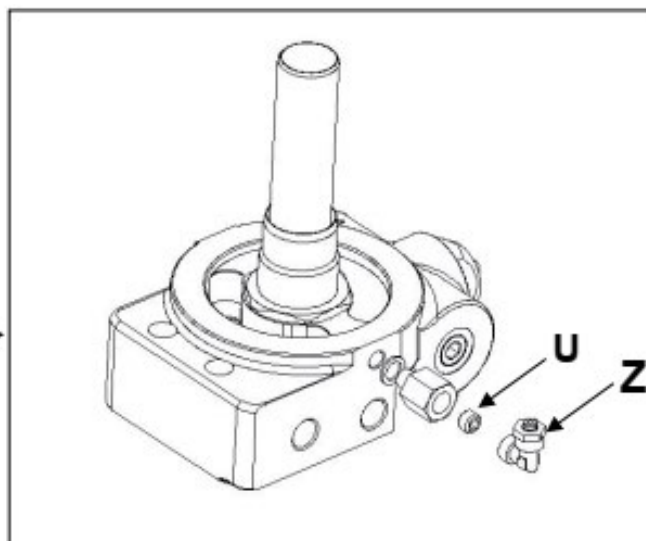

Figura 12.4-4 Recuperarea uleiului de la duză
Verificarea și curățarea recuperării uleiului trebuie efectuate dacă se constată o scurgere de ceață de ulei amestecată cu aer comprimat, procedând astfel (Figura 12.4-4).
- 1) Desfaceți racordul situat în centrul rezervorului (Litera Z în Figura 12.4-4);
- 2) În interiorul inelului (Litera Z în Figura 12.4-4) se află o duză (Litera U în Figura 12.4-4): asigurați-vă că orificiul calibrat nu este blocat (suflați cu aer comprimat);